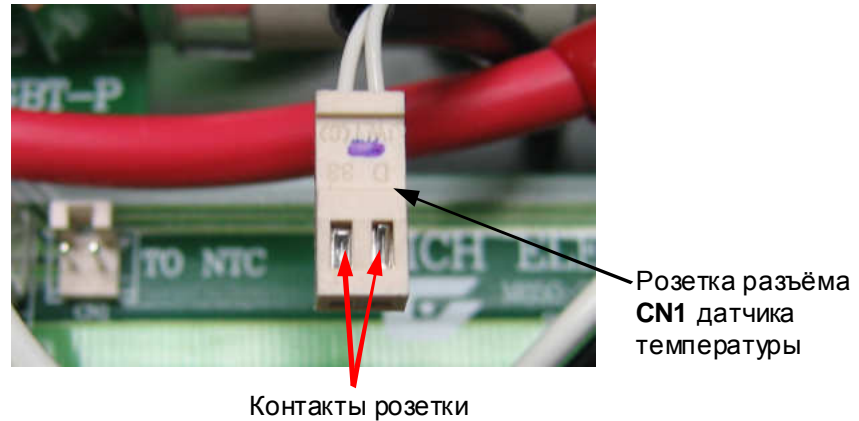

Рис.4.19
- 4.14.3. Подключить щупы мультиметра к контактам розетки. (рис.4.19).